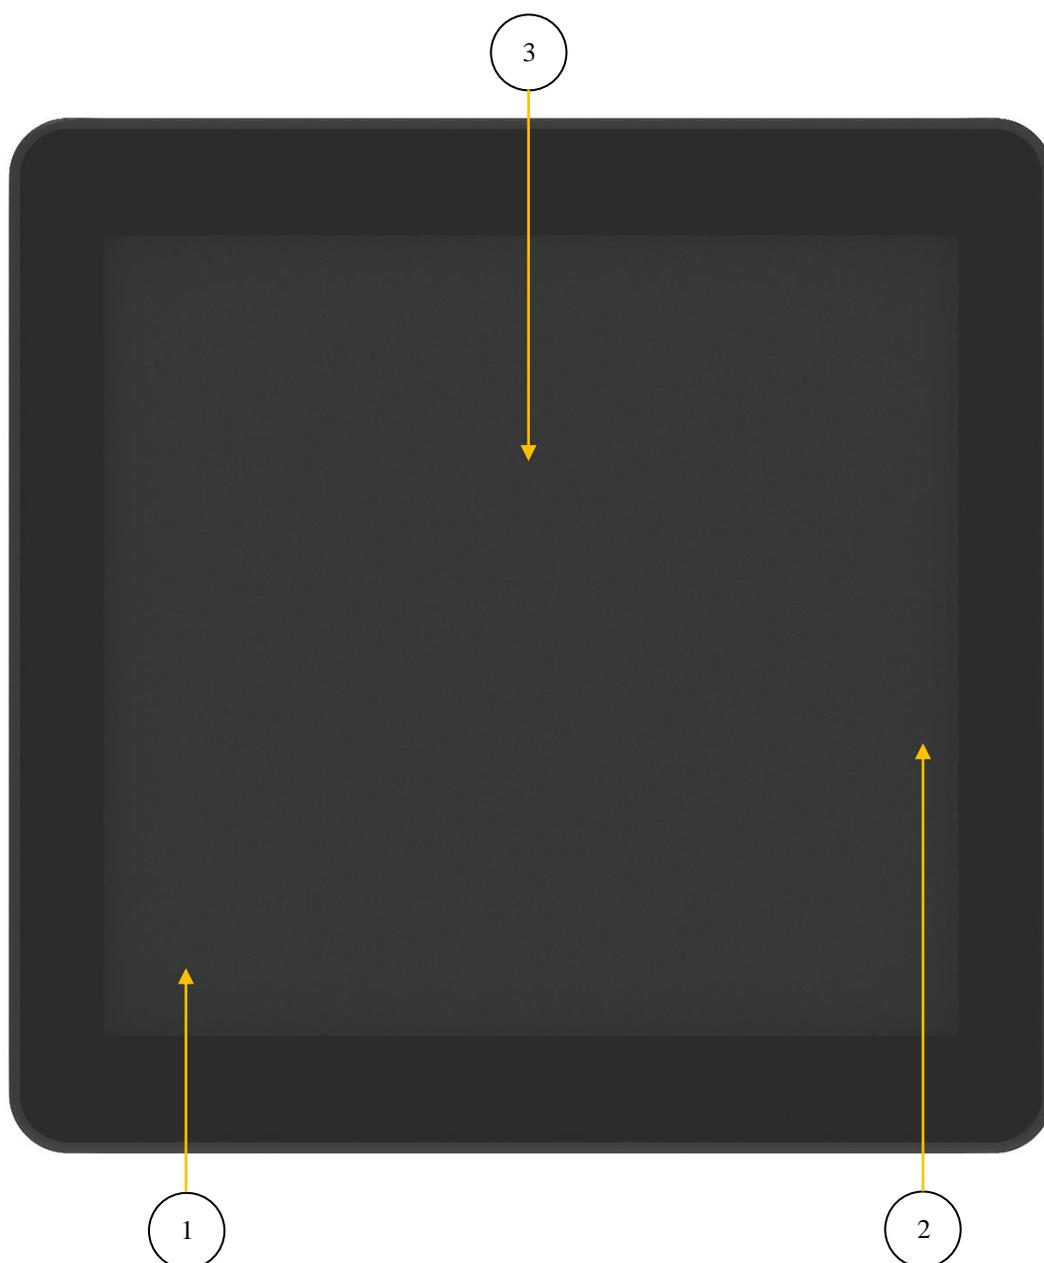
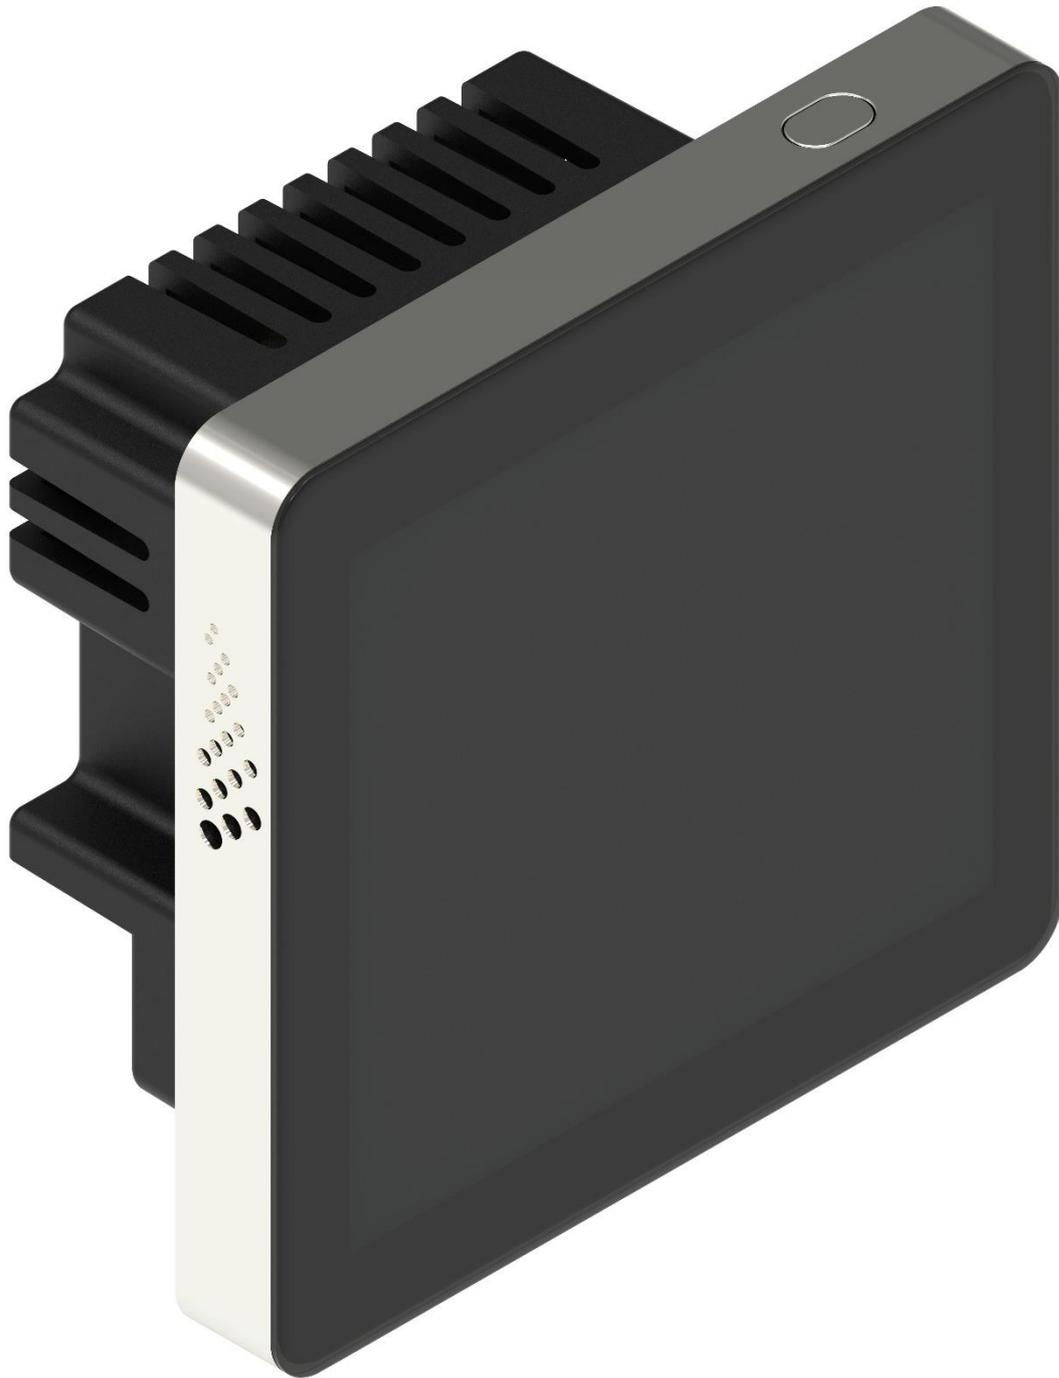

Рис. 10.: Дисплейный модуль. Вид спереди.
Рис. 11.: Дисплейный модуль. Изометрия.
2.1. Корпуса с дисплеем. (Рис. 10: Дисплейный модуль. Вид спереди., Рис. 11.: Дисплейный модуль. Изометрия).